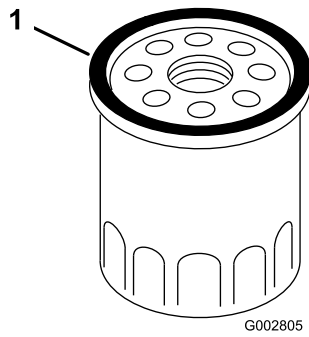

Figure 26
8. Avec les doigts, appliquez de l'huile sur le joint du nouveau filtre (Figure 26).